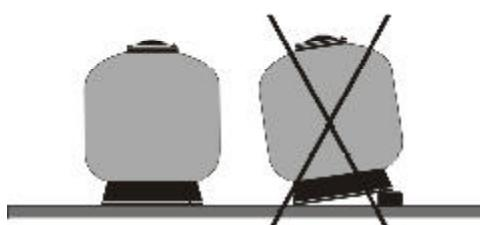

FIG.4
- Colocar los filtros en su emplazamiento definitivo teniendo en cuenta que la base debe quedar perfectamente apoyada en el suelo y sobre un plano totalmente horizontal (**FIG. 4**)